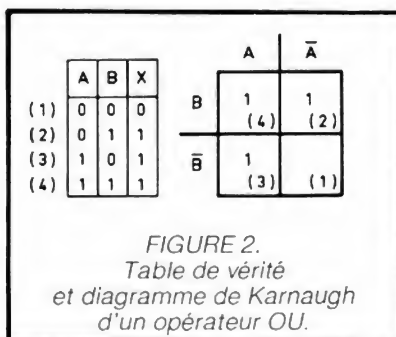

FIGURE 2.
correspondant respectivement aux cases (2), (3) et (4). Voir figure 2. Pour plus de clarté, les « 0 » ne sont pas représentés sur le diagramme.